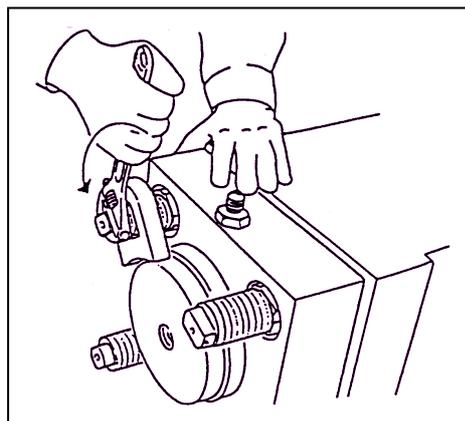

Fig.13
15. Depois de se certificar que a extremidade dos parafusos batem no fim da rosca, **desaperte os parafusos de 90 a 180° no sentido contrário aos ponteiros do relógio.** Veja a Fig.13.